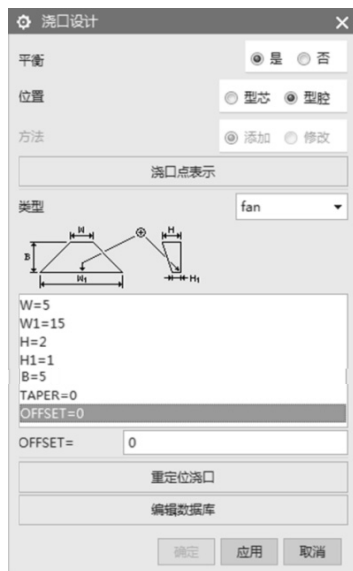

图 16-48 设置【浇口设计】对话框参数
(1) 在“注塑模向导”工具条中单击“浇口库”按钮，在【浇口设计】对话框中“平衡”选取“是”，“位置”选取“型腔”，“类型”选取“fan”， $W=5\text{mm}$ ， $W_1=15\text{mm}$ ， $H=2\text{mm}$ ， $H_1=1\text{mm}$ ， $B=5\text{mm}$ ， $\text{TAPER}=0$ ， $\text{OFFSET}=0$ ，如图 16-48 所示。